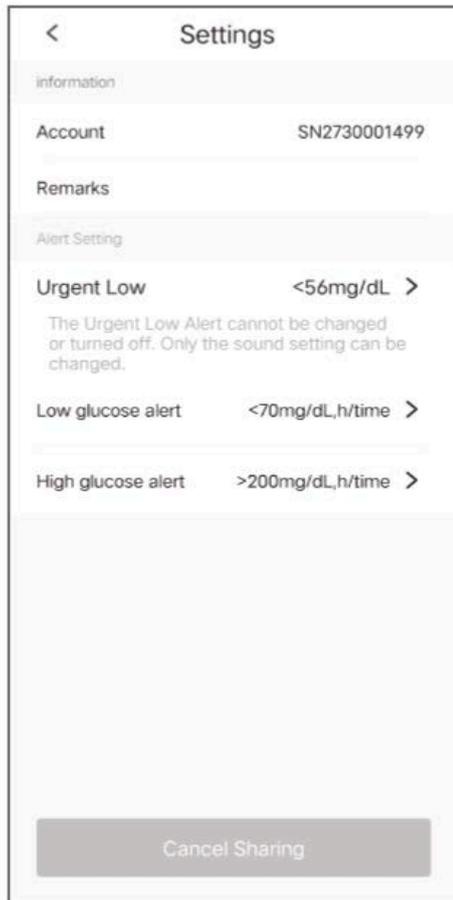

Abbildung 7. AnytimeFollow (Follow Anytime) Einstellungen
- Ihre Follower können auf der Echtzeit-Verfolgungsseite oben rechts auf Einstellungen tippen, um Informationen einzusehen, Notizen hinzuzufügen, Benachrichtigungen anzupassen und die Verfolgung zu beenden, wie in Abbildung 7 gezeigt.